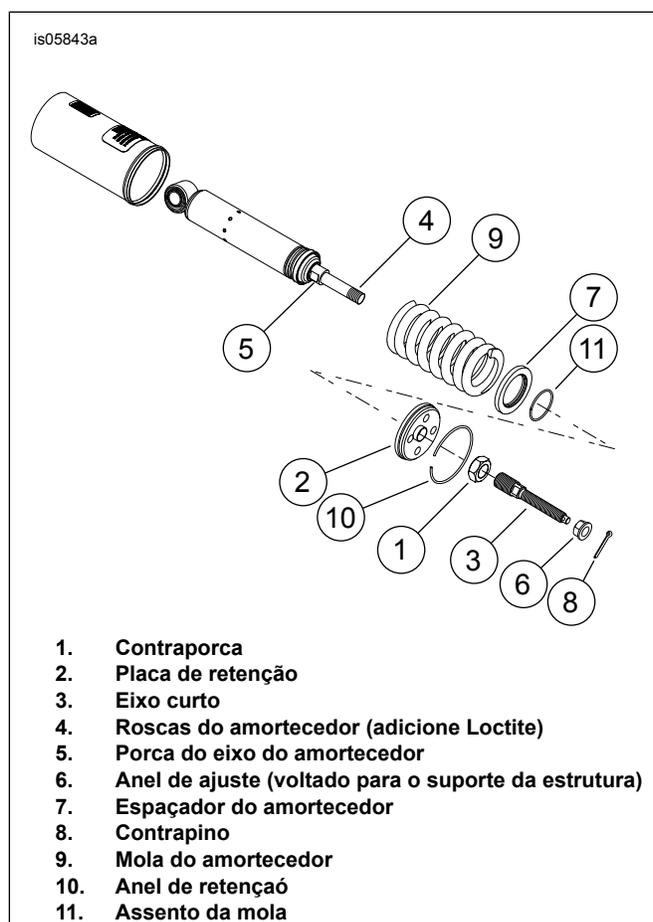

Figura 2. Conjunto amortecedor/eixo curto
1. Veja a Figura 2. Coloque a contraporca (1) e a placa de retenção (2) no eixo curto (3) do kit.
2. Aplique LOCTITE 243 (azul) (peça N.º Harley-Davidson 99642-97) nas roscas do eixo do amortecedor (4).
3. Segurando as partes lisas (5) na porca do eixo do amortecedor, aperte o novo eixo curto totalmente para baixo na rosca do eixo do amortecedor.
6. Veja a Figura 2. Monte o amortecedor.
- a. Segurando o conjunto interno do amortecedor com o eixo do amortecedor para baixo, primeiramente instale o assento da mola (11) com seu chanfro voltado para a presilha de segurança e, em seguida, deslize-o no espaçador do amortecedor (7) do kit.
- Na prensa, como mencionado anteriormente, apóie a extremidade do garfo do conjunto mola/amortecedor, e comprima o eixo curto (3) até que a placa de retenção se desloque abaixo do entalhe do anel de retenção no furo do cartucho do amortecedor.
- Encaixe o anel de retenção (10) no lugar.
- Veja a Figura 2. Coloque um anel de ajuste (6) do kit com o flange voltado para o suporte da estrutura.